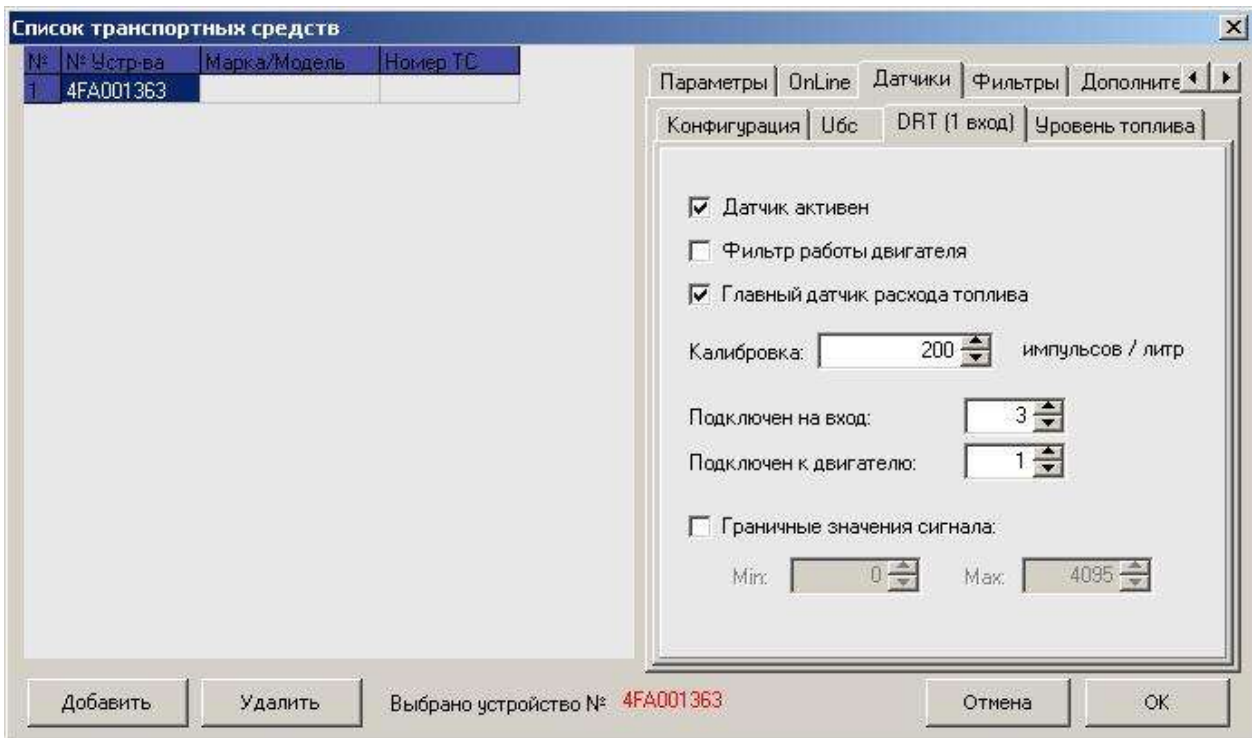

Рисунок 3
3.4. Коэффициент расхода топлива для DFM 100CK берётся из паспорта прибора – 200 импульсов на литр (Рис. 3):